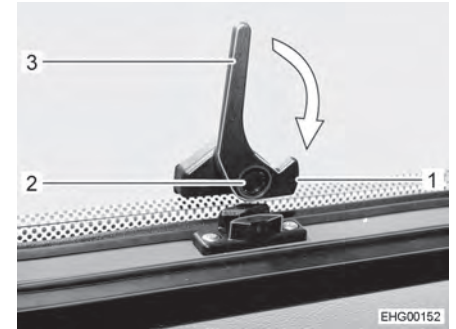

Bild 42 Låsarm, nedtill (i läget "öppet")
- Tryck på låsknappen (Bild 42,2) på låsarmen nedtill (Bild 42,3) och håll den nedtryckt.
- Sväng låsarmen nedtill (Bild 42,3) en kvarts varv mot fönsterkarmen tills låsspaken (Bild 42,1) hakar fast.